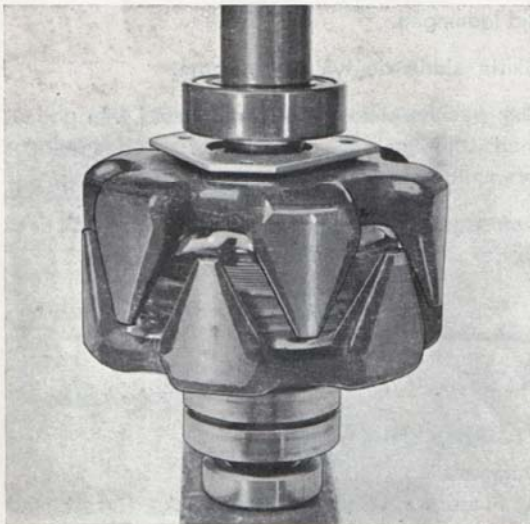

Bild 3-16. Montering av lager
2. Pressa på lagret med hjälp av en rörhylsa som trycker på lagrets innerring, bild 3-16.